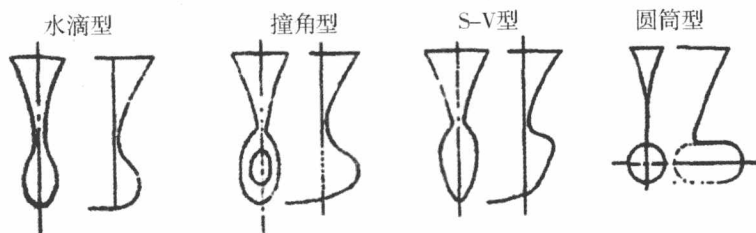

图 1-1-10 球鼻型艏的形式
(6) 球鼻型——为了减小舰船的航行阻力,提高航行速度,现在很多大型船舶和军舰都在舷水线以下设计成球形,即球鼻舷,军舰还利用球鼻空间安装声呐设备。图 1-1-10 为球鼻型艏的几种形式。